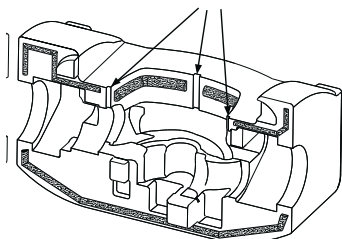
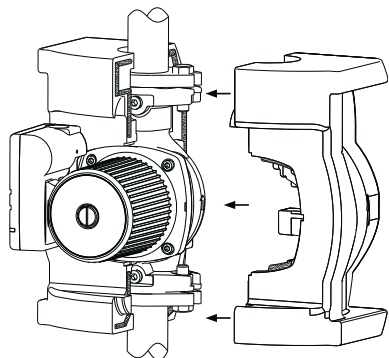

Fig. 5 Appliquez silicone scellant (zones pointillées indiquent scellant)
Fig. 6 L'installation insulation coquille (zones pointillées indiquent scellant)
2. Appliquez étanche, anti-calorique scellant à base de silicone sur insulation coquille. Des précautions doivent être prises pour ne pas obstruer trous d'pleures pour moteur de la pompe lors de l'application du scellant. Le non respect de procédures appropriées de l'emplacement d'scellant pourrait endommager le moteur de la pompe et la insulation coquille. Voir fig. 5 pour les emplacements appropriés lors de l'application du scellant. Faites correspondre les deux côtés de la insulation coquille au sur le volute de la pompe comme illustré sur la fig. 6.
3. Correspondre deux côtés de insulation coquille autour de la volute de la pompe comme indiqué dans la fig. 6. Si les réservoirs ne s'accouplent pas, bride boulons sont installés dans la mauvaise direction, relire la première étape et / ou changez coquille d'accouplement.